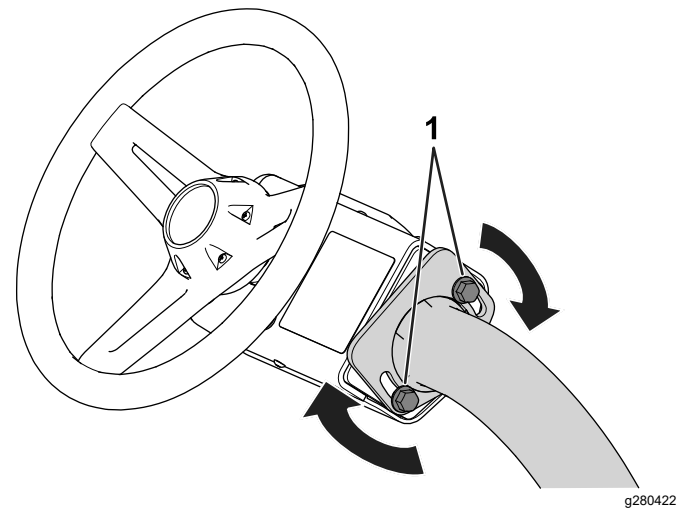

Bild 34
1. Lösen Sie die Schrauben (Bild 34), mit welchen die Lenkradbaugruppe am Lenkarm befestigt ist.
3. Ziehen Sie die Schrauben (Bild 34) an, um das Lenkrad in der eingestellten Position zu fixieren.